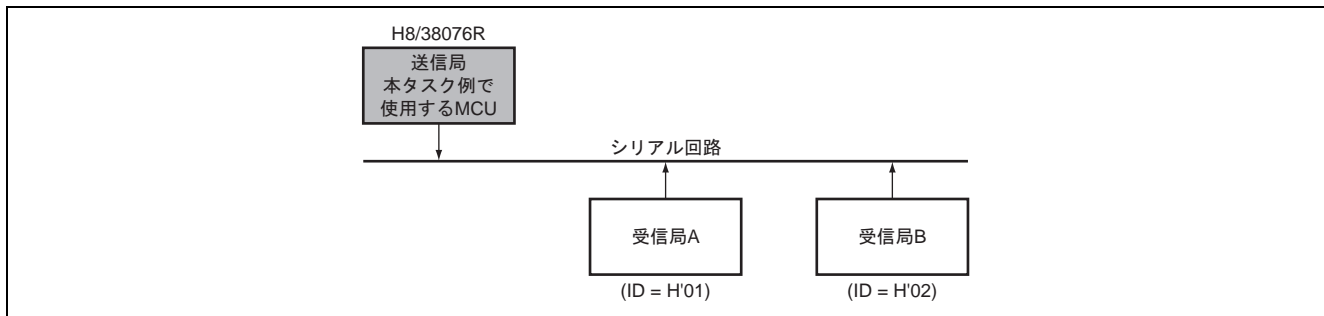

図 1 マルチプロセッサフォーマット通信を使用したプロセッサ間通信
- 図 1 にマルチプロセッサフォーマット通信を使用したプロセッサ間通信の接続例を示します。